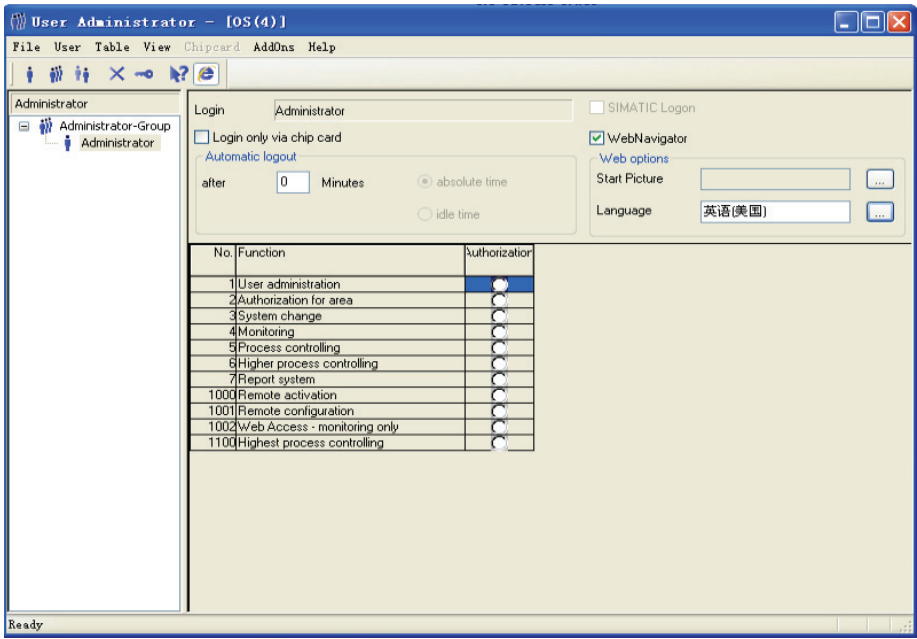

图 15-24 “User Administrator”对话框
1) 在 WinCC 项目浏览器的浏览窗口中，选择条目“User Administrator”，从快捷菜单中选择“Open”命令，将打开“User Administrator”编辑器，如图 15-24 所示。